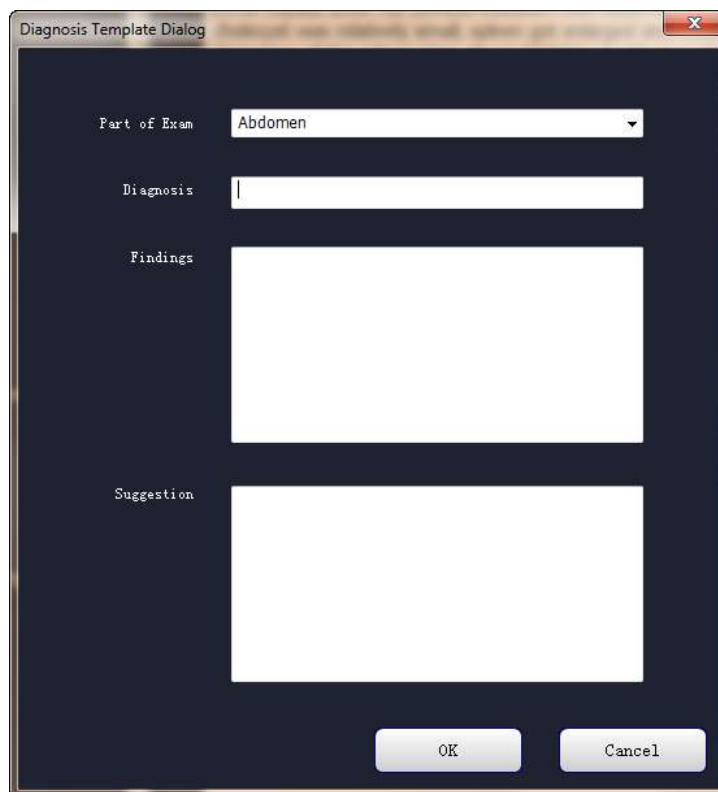

Рисунок11-19 Добавления шаблона
2. Выбрать команду [Part of Exam] /Часть осмотра/ и [Diagnosis] /Диагнозы/. Редактирование слов для нового шаблона предпринимается в [Findings] /Результатах/ и [Suggestion] /Предположениях/, как это показано на Рисунок 11-19.